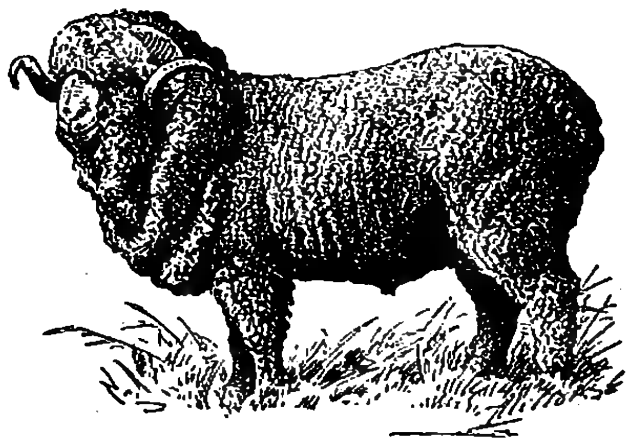

Fig. 452. — Bélier mérinos.
8. Races de moutons. — Les principales races de moutons sont : la race *mérinos* (fig. 452), à laine fine et courte ; les moutons *bretons*,